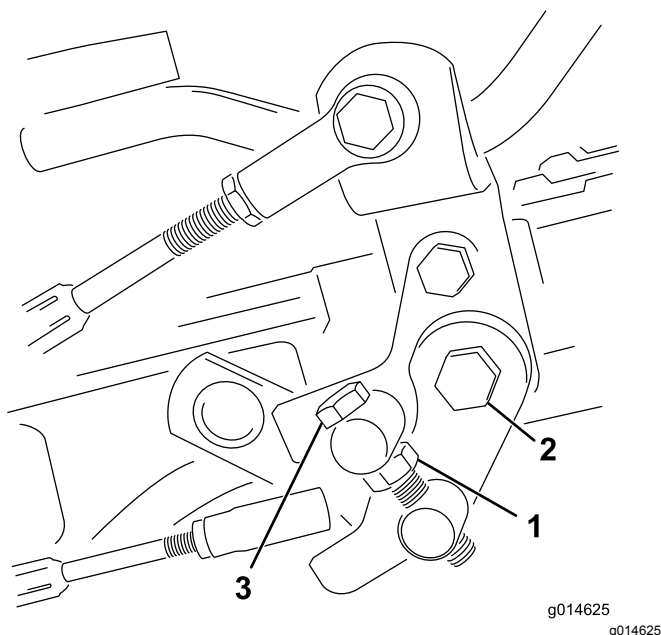

Рисунок 36
1. Ослабьте контргайку на болте цапфы (Рисунок 36).
4. Чтобы зафиксировать регулировку, затяните контргайку на болте цапфы и гайку на шарнире педали (Рисунок 36). Проверьте регулировку и при необходимости повторите ее.